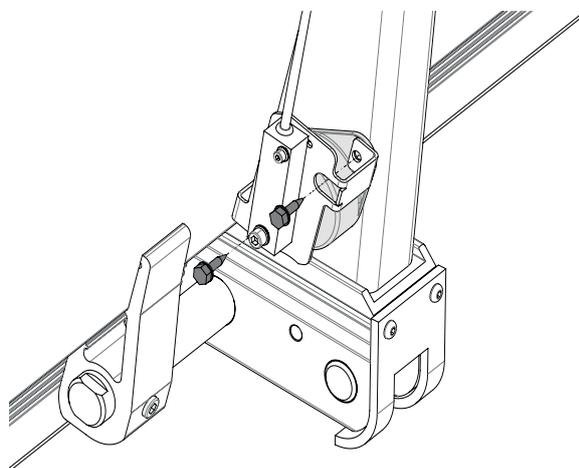

Figura 37. Instale el sensor de ángulo IFM con el soporte incluido sobre el sensor de ángulo redondo.
2. Instale el sensor de ángulo IFM y el soporte incluido sobre el sensor de ángulo redondo con los tornillos incluidos. Consulte Figura 37.